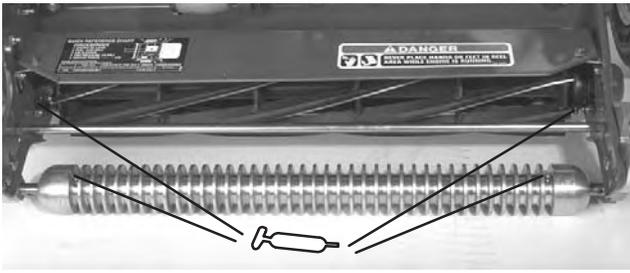

Figure 24
- 2 sur le rouleau avant (Fig. 24)
- 2 sur les roulements du cylindre (Fig. 24)